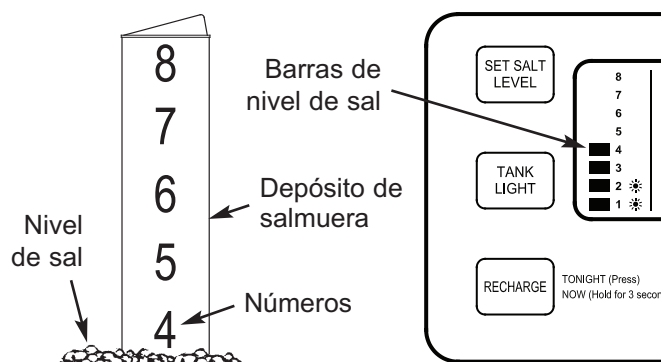

FIG. 27
2. La escala de nivel de sal, en el depósito de salmuera dentro del tanque, tiene los números 0 a 8 (vea la Fig. 27). Fíjese en el número más alto en el que esté nivelada la sal, o al que esté más próxima.
3. Presione el botón SET SALT LEVEL (Fijar el nivel de sal) tantas veces como sea necesario para que las barras de nivel de sal (vea la Fig. 27) coincidan con el número de la depósito de salmuera. En el nivel 2 o inferior, destellará la luz de estado.